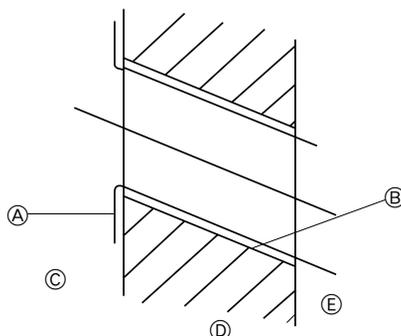

Fig. 3-3
2) Fori della tubazione (Fig. 3-3)